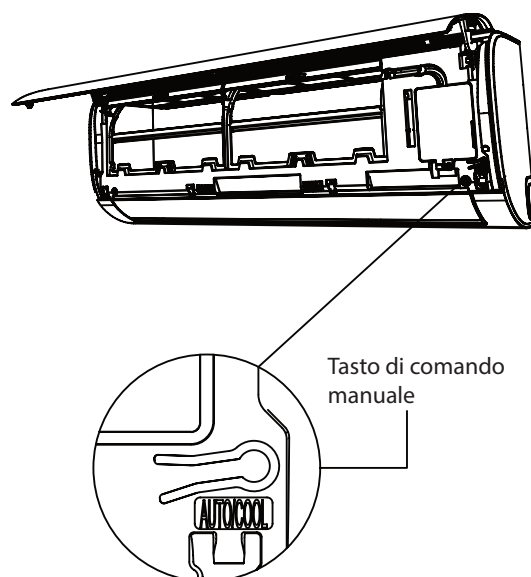

Fig. 8.1
2. Il tasto di COMANDO MANUALE si trova sul lato destro dell'unità. Premerlo 2 volte per selezionare la funzione COOL. Vedere la Fig.8.1